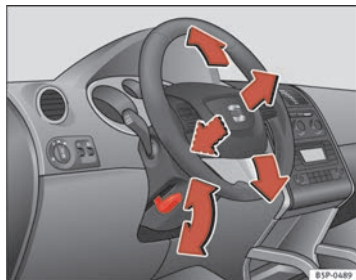

Abb. 135 Lenkradposition einstellen
- Schwenken Sie den Hebel ⇒ Abb. 135 unter der Lenksäule nach unten ⇒ ⚠.